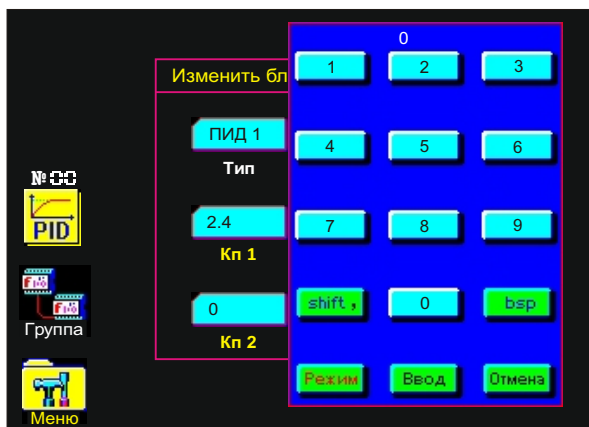

Рис. 13. Присвоение блоку порядкового номера с помощью окна "Клавиатура".
7.3.9 Для **присвоения порядкового номера** - нажмите на пиктограмму функционального блока, находящуюся слева от таблицы конфигуратора (Рис. 12), после чего появляется стандартное окно контроллера К1 - "Клавиатура" (Рис. 13), с помощью которой введите порядковый номер: наберите число и нажмите кнопку "Ввод". Для возврата к схеме - нажмите пиктограмму **Группа**.